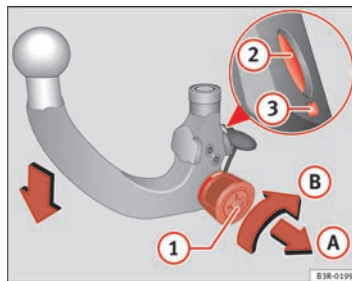

Fig. 166 Dispositivo desmontable para remolque: Pretensar la rótula
- Introduzca la llave ① ⇒ página 218, fig. 166 en la cerradura de la rueda moleteada y gírela en dirección a la marca roja.
- Tire de la rueda moleteada en la dirección que indica la flecha A y gírela a continuación sin dejar de tirar de ella en la dirección de la flecha B hasta que el perno de bloqueo ② encastre y pueda verse que la palanca de desenclavamiento ③ sale ⇒ ⚠.